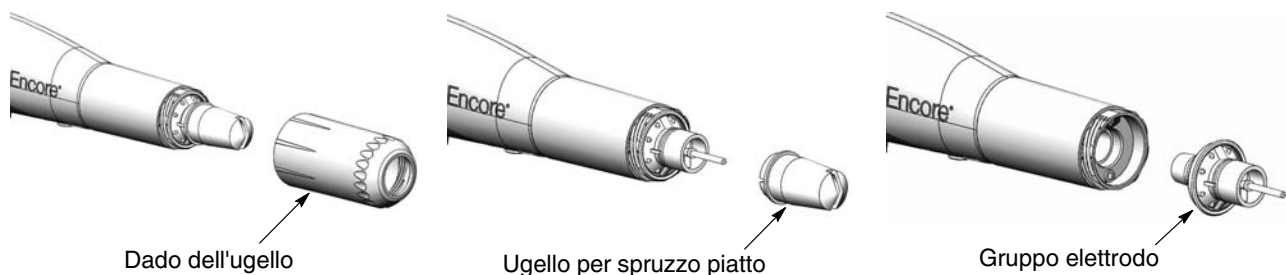

Figura 4-7 Sostituzione di un ugello a spruzzo piatto
2. Vedi figura 4-7. Svitare il dado dell'ugello girando in senso antiorario.